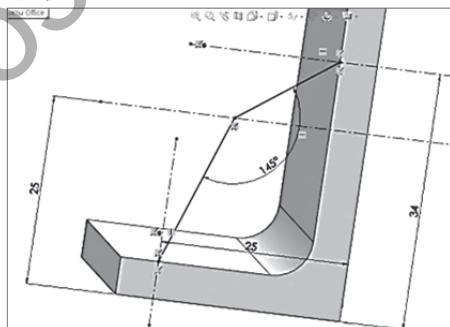

Рисунок 12.4
3. Для моделирования ребра жёсткости выберите боковую торцевую плоскость в качестве плоскости построения эскиза и постройте эскиз согласно примеру (рис. 12.4).